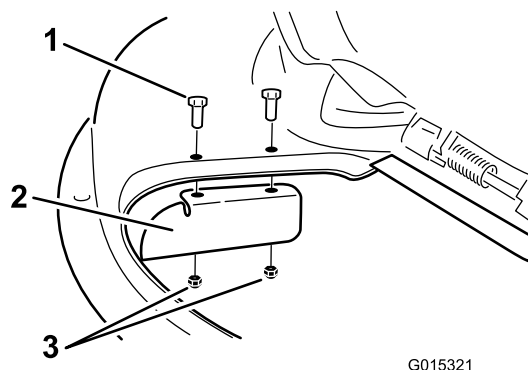

Figura 30
9. Installate il deflettore di scarico sul piatto di taglio (Figura 30).
3. Staccate il deflettore di scarico dal piatto di taglio (Figura 30).